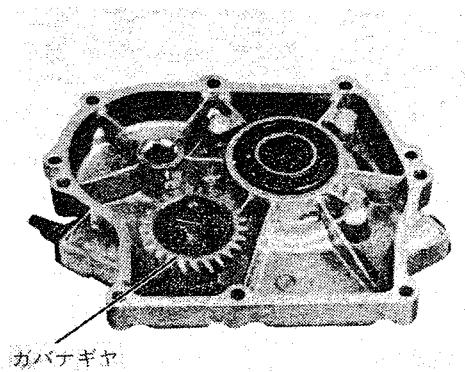

Fig 5-3-7
- (注) ガバナギヤはメインペアリングカバー側に装置してありますので、カムギヤの歯形に噛合う事を確認しながら組付けを行ってください。( Fig 5-3-7 参照 ) 尚、オイルシールの交換を必要とする時は新品のオイルシールを圧入してから組付けます。